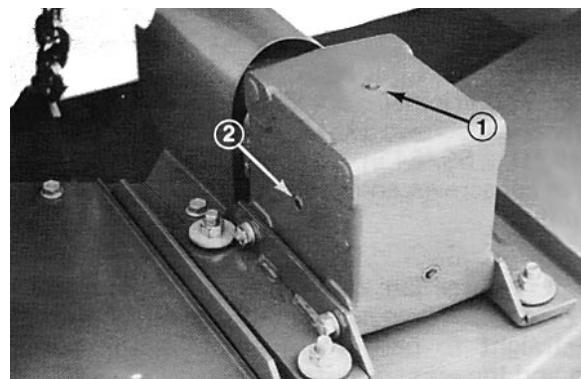

Fig. 1
- Fjern kontrolproppen i siden af gearkassen (fig. 1) og sørg for, at olien står op til bunden af hullet. Hvis oliestanden er lav, skal påfyldningsproppen ovenpå gearkassen fjernes og der skal hældes nok olie på, til olien står op til bunden af hullet i siden.